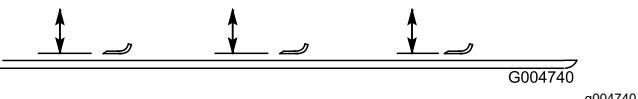

Figura 23
3. Gire la cuchilla hasta que los extremos estén orientados hacia adelante y hacia atrás, y mida desde el interior de la unidad de corte al filo de corte en la parte delantera de la cuchilla (Figura 23).